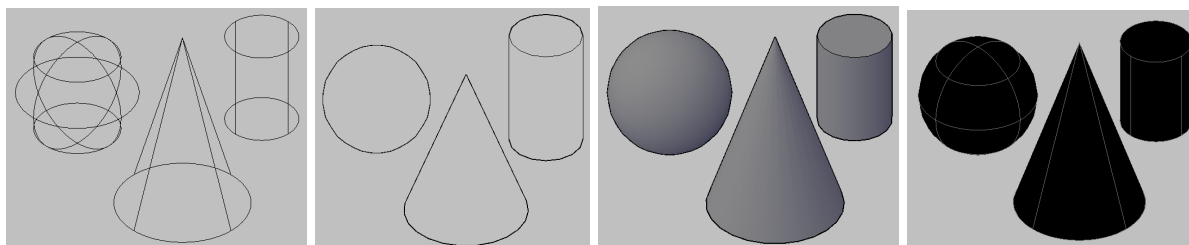

Рисунок 1.5 – Визуальные стили (3Dкаркас, 3Dскрытый, концептуальный, реалистичный)
**КОНЦЕПТУАЛЬНЫЙ** - объекты также заливаются с учетом присвоенного им цвета или типа материала. Реалистичность вида достигается за счет сглаженности поверхностей и плавности цветовых переходов, рисунок 1.5.